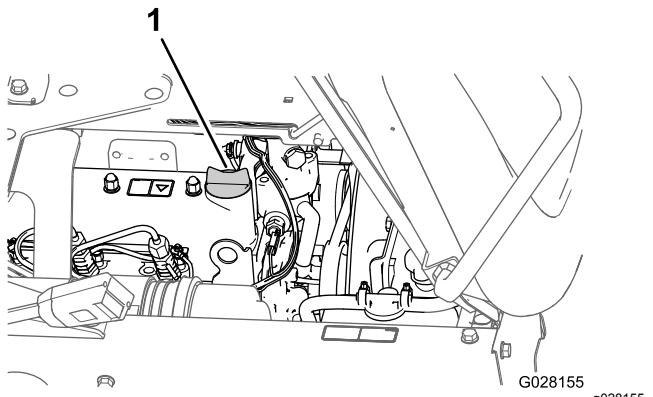

Bild 71
3. Nehmen Sie bei niedrigem Ölstand den Fülldeckel von der Ventilabdeckung ab und gießen Sie Öl in den Füllstutzen, bis der Ölstand an der Voll-Markierung am Peilstab liegt (Bild 71).